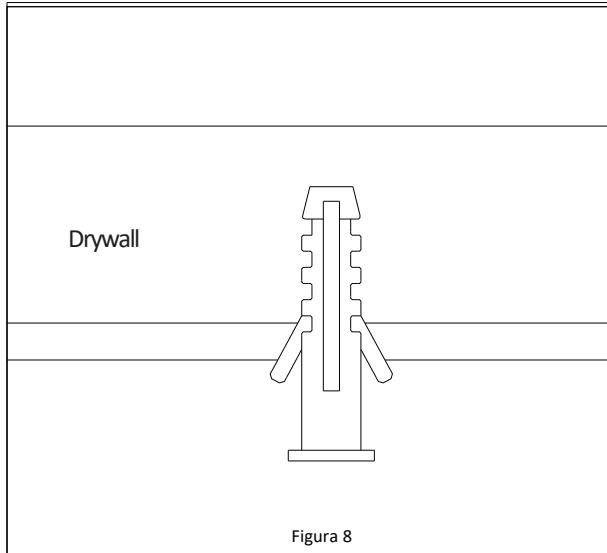

Figura 8
4. Instala los 4 anclajes de pared suministrados en los 4 orificios piloto realizados en el paso anterior. *Ver la Figura 8.*